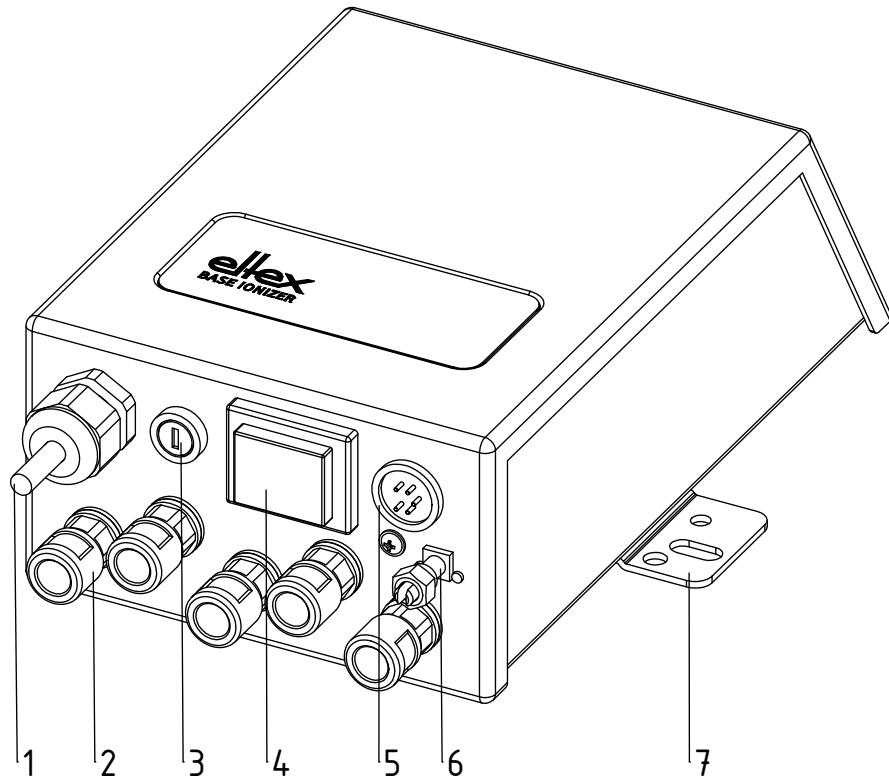

Abb. 1:
- Vor der Inbetriebnahme des Netzgerätes ist darauf zu achten, dass das Gerät über die Erdungsklemme (5, Abb. 1) dauergeerdet ist. Das Erdungskabel sollte einen Mindestquerschnitt von 1,5 mm2 aufweisen (siehe Kapitel 3.2 "Erdung", Seite 11).
Über die Erdungsklemme (5, Abb. 1) muss eine dauerhafte Erdverbindung hergestellt werden. Das Erdungskabel sollte einen Mindestquerschnitt von  $1,5 \text{ mm}^2$  aufweisen.
Die Versorgungsspannung wird über die Netzanschlussleitung (1, Abb. 1) mit einem Schutzkontaktstecker (je nach Kabelausführung) angeschlossen.